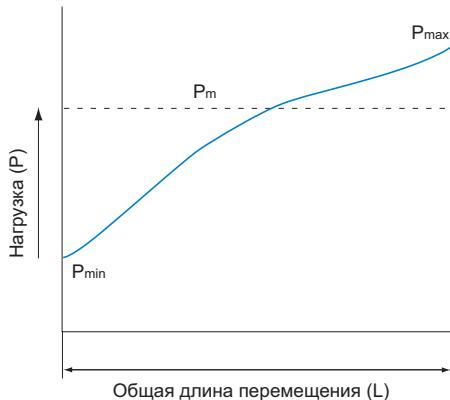

Рис.3
Поскольку нагрузка монотонно изменяется, как показано на Рис.3 на **В 3-23**, рассчитайте среднюю нагрузку по формуле (13) на **В 3-23**.